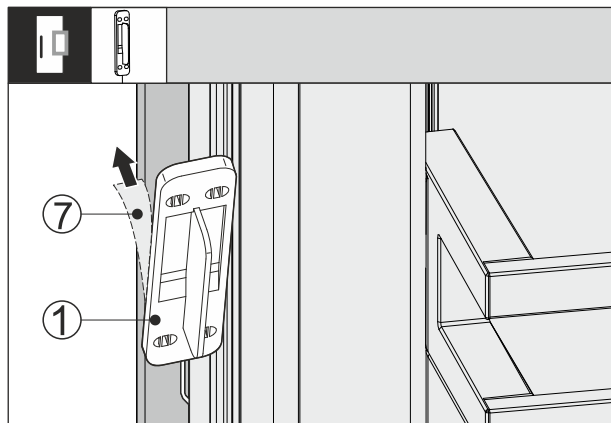

Fig. 65
- ▶ Odstranite zaščitno folijo Fig. 65 (7) s hrbtne strani Fig. 65 (1) sensorja trkanja.